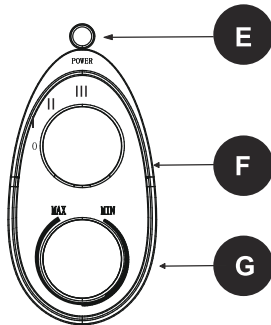

Figura 1
3. Perilla de control principal (figura 1): utilice esta perilla para configurar la temperatura: